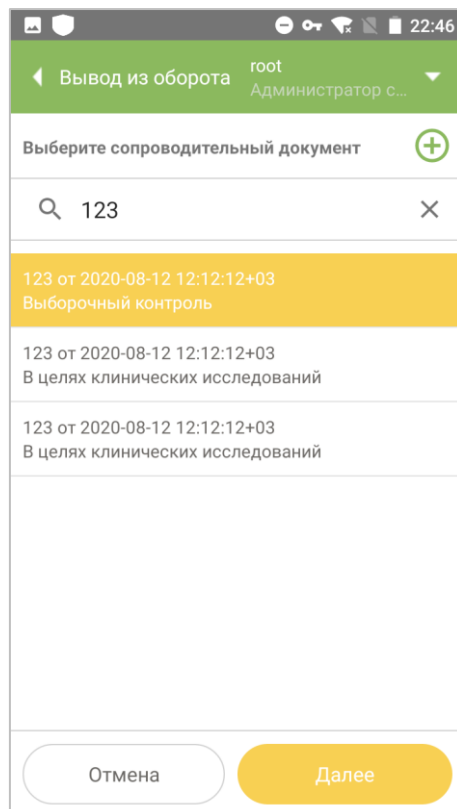

Рисунок 11.7
2. Выбрать сопроводительный документ из списка. При необходимости воспользоваться функцией поиска: вести номер или его часть в поле поиска, выбрать из найденных совпадений (Рисунок 11.7). Нажать кнопку «Далее».